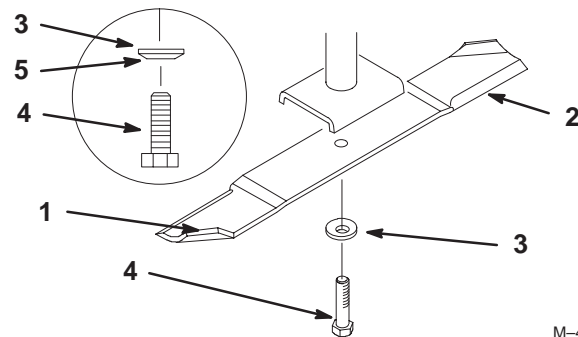

Figure 36
Tenez la lame à son extrémité avec un chiffon ou un gant épais. Retirez le boulon, la rondelle élastique et la lame de l'axe de la lame (Fig. 36).
2. Vérifiez l'équilibre de la lame en la plaçant sur un équilibreur (Fig. 38). Si la lame reste horizontale, elle est équilibrée et peut être utilisée. Si la lame est déséquilibrée, limez un peu l'extrémité de la partie incurvée seulement (Fig. 36). Répétez la procédure jusqu'à ce que la lame soit équilibrée.
1. Placez la lame sur l'axe (Fig. 36).
2. Installez la rondelle élastique et le boulon de la lame. Le cône de la rondelle élastique doit être dirigé vers la tête du boulon (Fig. 36). **Serrez le boulon de la lame à 115–150 Nm (85–110 pieds-livre).**